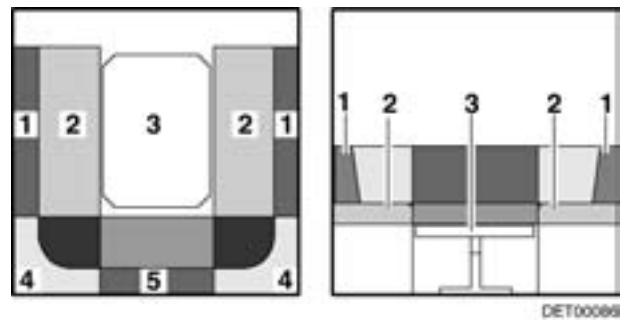

Bild 91 Während des Umbaus
- Die Sitzpolster (Bild 91,2) zur Mitte ziehen.
- Die Rückenpolster (Bild 91,1) zwischen die Sitzpolster und die Außenwand legen.
- Die Rückenpolster (Bild 91,4 und 5) abnehmen und beiseite legen.